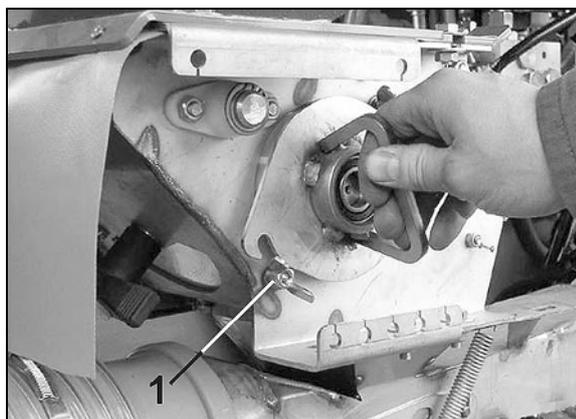

Fig. 91
3. Zwei Flügelmuttern (Fig. 91/1) lösen, nicht abschrauben.